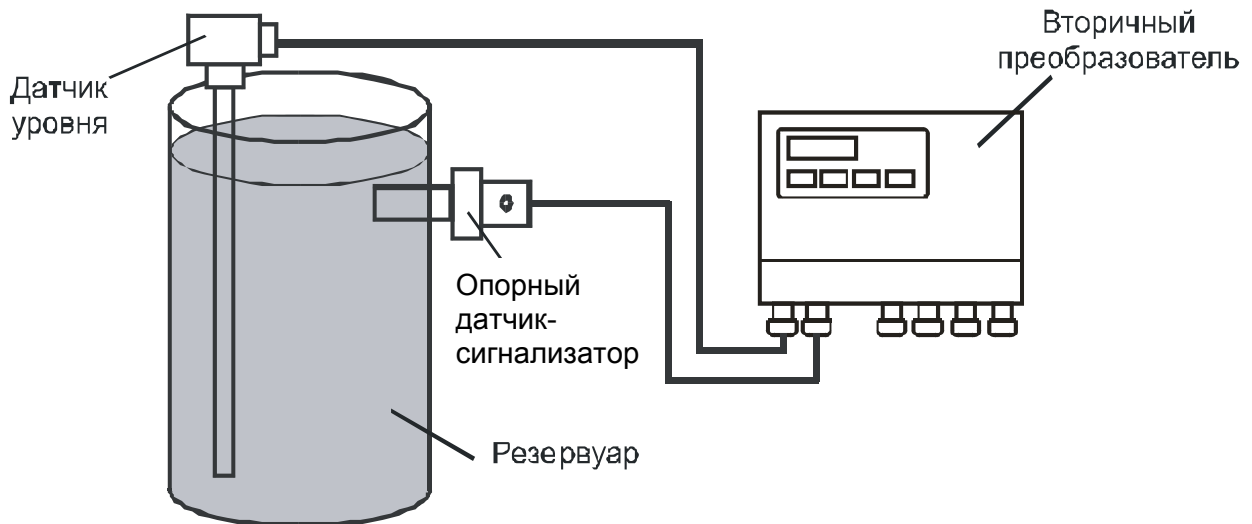

Рисунок 11 – Расположение датчиков на резервуаре
2.5.2 При калибровке прибора исполнения 3 “самонастраивающийся уровнемер” следует помнить, что по срабатыванию опорного датчика-сигнализатора происходит калибровка точки С2, поэтому значение точки С1 должно отличаться от уровня контролируемой среды, на котором находится точка срабатывания опорного датчика-сигнализатора, как минимум на 60-70%. В идеальном случае наибольшая точность будет достигаться при срабатывании опорного датчика-сигнализатора на уровне 100% (рисунок 11).